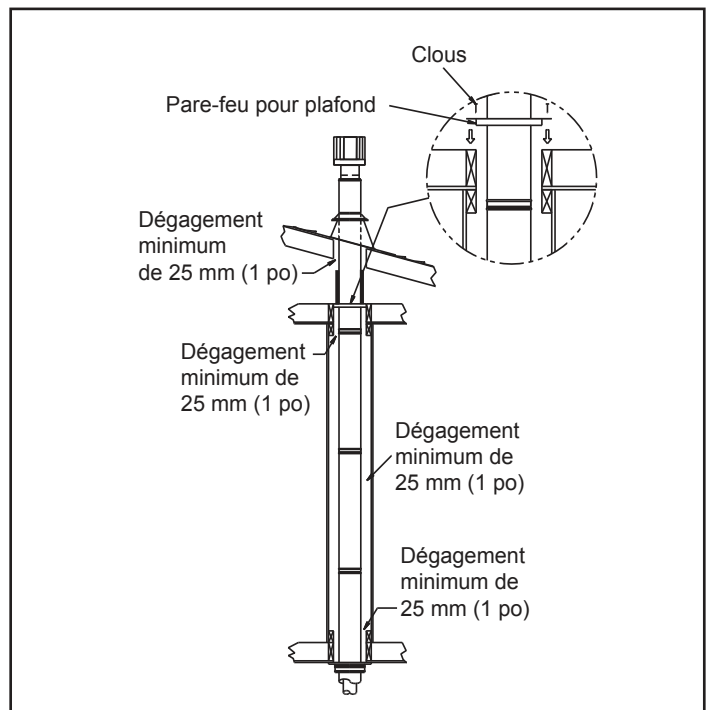

Figure 7.13
- Les endroits occupés au-dessus du rez-de-chaussée traversés par le conduit de fumée, y compris les armoires et les espaces de rangement, doivent être clos. Voir la figure 7.13. pour les dégagements requis entre le conduit et le cloisonnement.